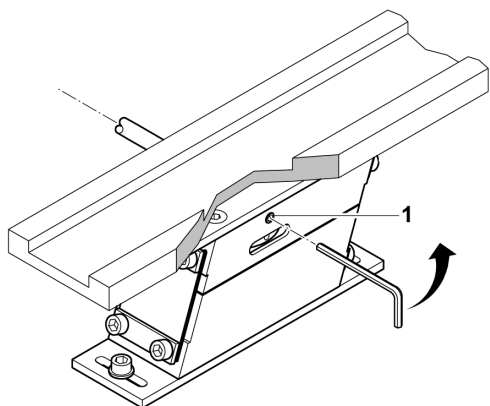
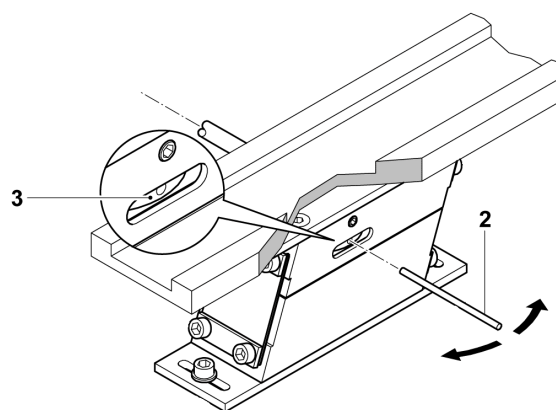
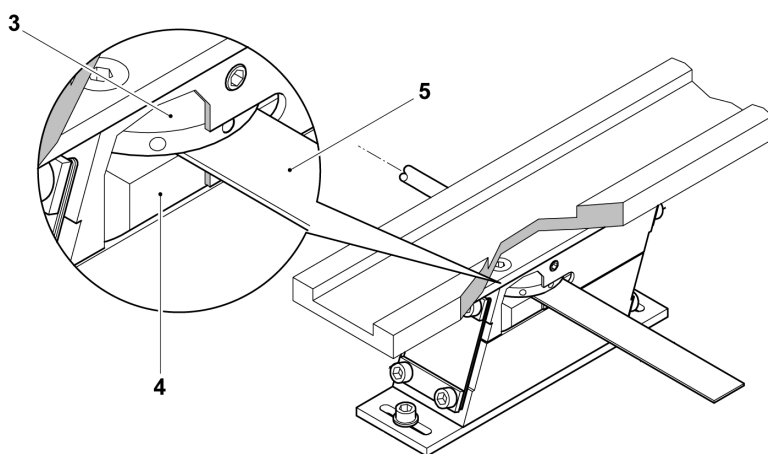

Abbildung 9
Abbildung 10
Abbildung 11
1. Ankerschraube verstellen (siehe Abbildung 9, Abbildung 10), dafür:
- LF11: Gewindestift M4 (1) lösen. Mit einem zylindrischen Werkzeug (2) (Durchmesser 2mm) die Ankerschraube (3) in die entsprechende Richtung drehen.
- LF9: Inbusschraube (2,5 mm) lösen. Ankerschraube (3) mit der Hand in die entsprechende Richtung drehen.
2. Der Luftspalt zwischen Magnetspule (4) und Ankerschraube (3) ist mittels einer Fühlerlehre (5) gemäß Tabelle 1: Technische Daten einzustellen. (siehe Abbildung 11)